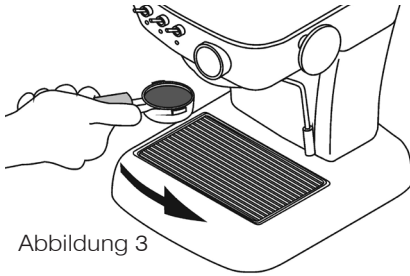

Abbildung 3
5. Setzen Sie den Siebträger von links **7** in die Brühgruppe **8** ein und drehen Sie ihn nach rechts. (siehe Abbildung 3)